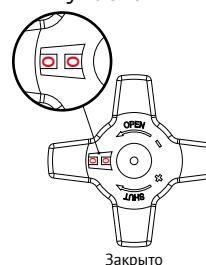

рис. 3
- Полностью закройте клапан, значение индикатора показывает 0,0 (**см. рис.3**).